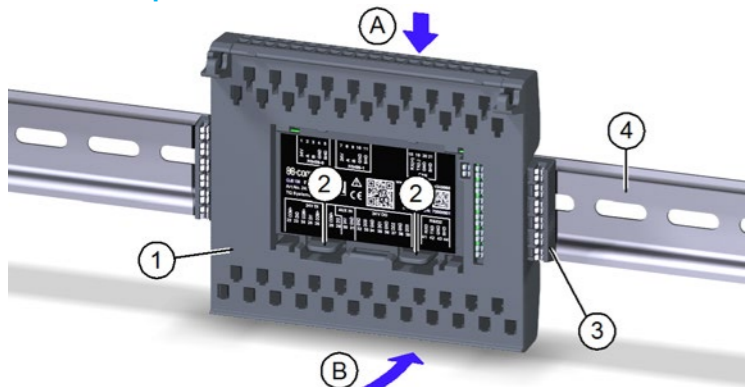

Abb. 5: Backplane auf Hutschiene aufsetzen
- ▶ Orientieren Sie die Backplane (Pos. 1 in Abb. 5) so, dass die beiden Laschen (Pos. 2 in Abb. 5) unten sind.
- ▶ Haken Sie die Backplane schräg von oben (Pos. A in Abb. 5) an der Oberkante der Hutschiene (Pos. 4 in Abb. 5) ein.
- ▶ Drücken Sie die Backplane (Pos. 1 in Abb. 5) vorsichtig gegen die Hutschiene (Pos. 4 in Abb. 5), bis sie einrastet (Pos. B in Abb. 5).
- Auf dem letzten Modul in einer Hutschienenzeile und auf dem letzten Modul in der gesamten Installation darf kein Backplane Connector (Pos. 3 in Abb. 5) gesteckt sein.
- Sie können die Backplane wieder von der Hutschiene lösen, indem Sie die beiden Laschen (Pos. 2 in Abb. 5) etwas nach unten drücken und die Backplane nach oben schwenken.